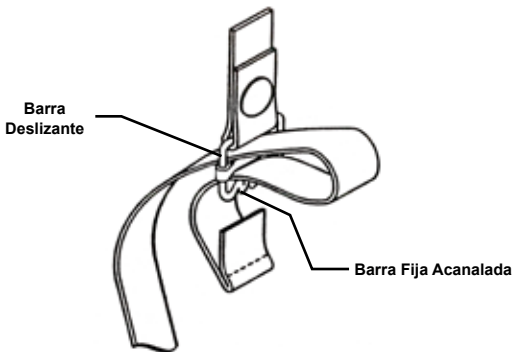

Figura 7-2. Entrelazar las Hebillas de Barra Deslizante
1. Enhebre la correa desde el interior de la hebilla sobre la barra movable (véase Figura 7-2). Enhebre la correa de vuelta por la hebilla pero esta vez debajo de la barra deslizante y sobre la parte acanalada de la hebilla.